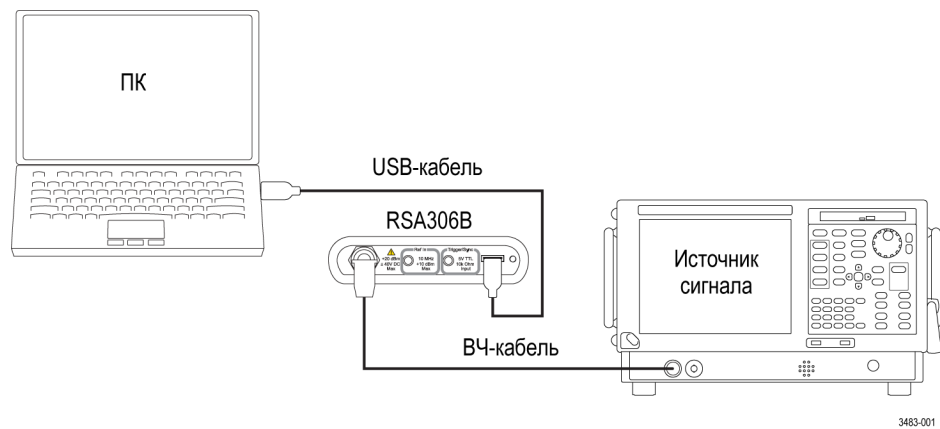

Рис. 2: Подключение прибора
2. Соедините ВЧ-кабелем вход RSA306B и источник сигнала. (См. рис. 2.)